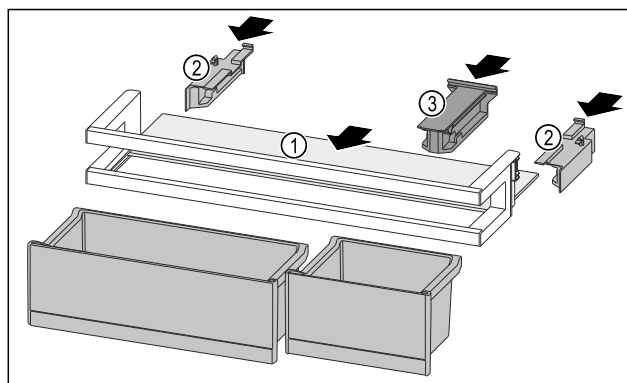

Fig. 245
- ▶ Odkládací plochu Fig. 245 (1) zasuňte do bočních vybrání.
- ▶ Boční díly Fig. 245 (2) vložte.
- ▶ Držák Fig. 245 (3) vložte.